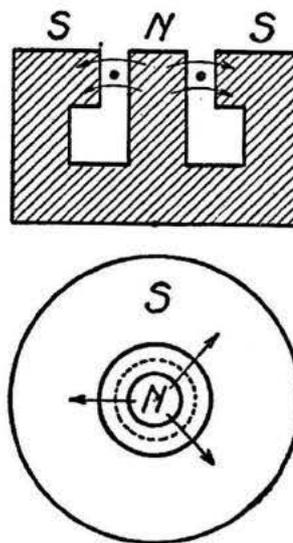

FIG. 2. — Forme de l'électro-aimant employé pour la construction du haut-parleur.
Considérons un aimant ayant la forme indiquée dans la figure 2, c'est-à-dire ayant son pôle
*Pratiquement, pour réaliser un haut-parleur électrodynamique, il suffit donc de disposer une série de spires, c'est-à-dire une bobine, entre les deux pièces polaires d'un aimant ayant la forme de la figure 2, et de réunir mécaniquement la bobine mobile ainsi formée à une membrane suspendue élastiquement.*